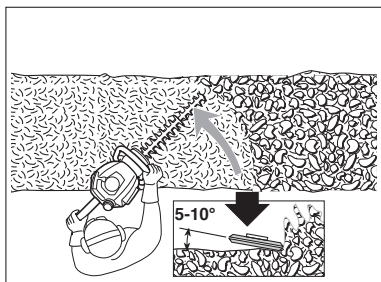

Fig. 14
- > Après avoir coupé les côtés, continuez vers le haut (Fig. 14)